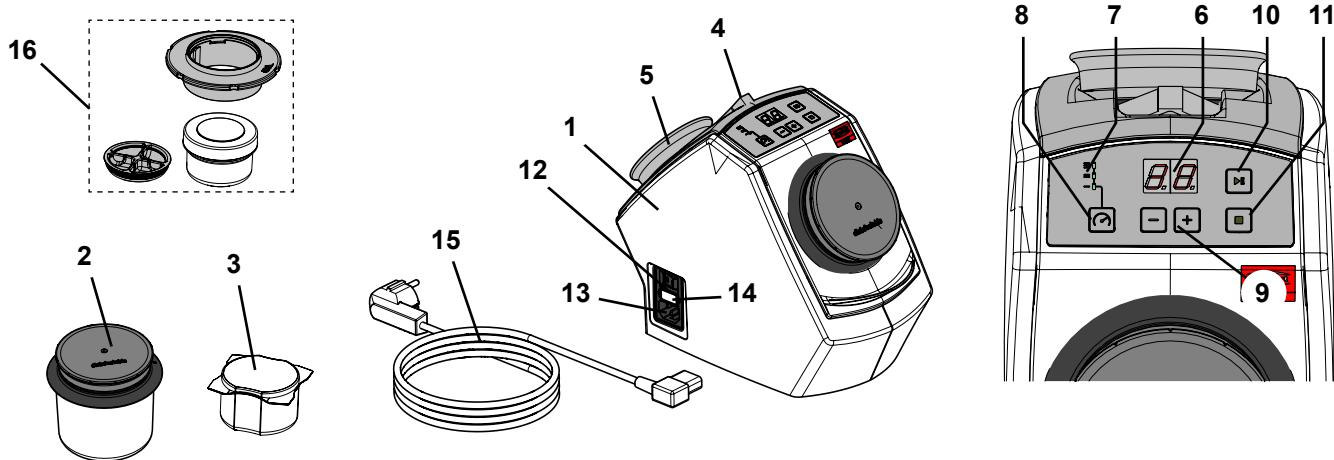

Fig. 1
- Holdemagneten (Fig. 1, pos. 5) inneholder bly.
- ⇒ Plasser den medfølgende pinsetten og holdemagneten i utsparingene på baksiden av apparatet (Fig. 1).
- ⇒ Velg nettkabel (15, Fig. 1) og nettstøpsel passende til ditt land.
- ⇒ Stikk nettkablene inn i nettilkoblingen (13, Fig. 1).
- ⇒ Slå på apparatet på strømbryteren (12, Fig. 1).
- ⇒ Fyll rengjøringsbegeret (2, Fig. 1) med 75 g rengjøringsnåler (tilsvarer en forpakning).
- ⇒ Fyll SYMPRO mini-begeret (tilbehør) (16, Fig. 1) med ~ 5 g rengjøringsnåler.